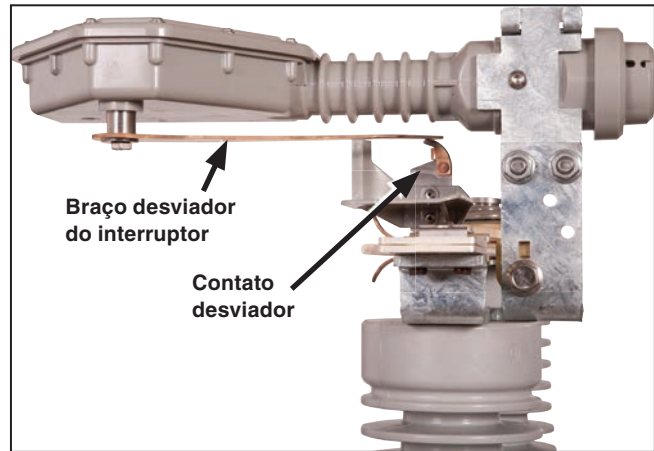

Figura 26. O contato desviador deve guiar o braço desviador para a posição.
- (a) O braço desviador do interruptor deve ser guiado para a posição pela parte curvada posterior do contato desviador. Ver Figura 26 na página 22.